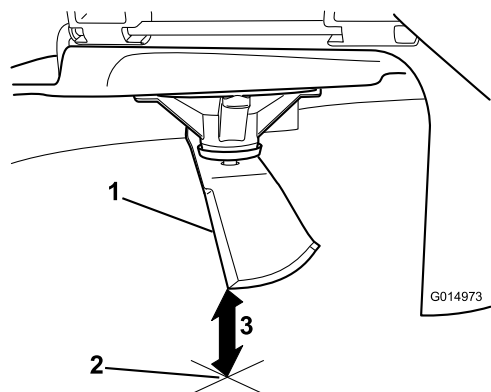

Figura 67
5. Mida desde la punta de la cuchilla hasta la superficie plana (**Figura 67**).